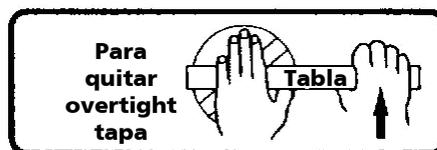

Figura 5- Utilice un curioso barra o tabla como mostrado para quitar o apretar la cobertura de trampa
- Si bomba no está en un sistema inundado de succión, destornilla y quita trampa cobertura (Vea Figura 5); llene trampa y bomba con agua.
2. Quite trampa cobertura y uso bajo aire de presión para soplar agua acumulada del sistema de tubería. Utilice un curiosear barra o tabla para quitar trampa coberturas que han sido ovetightened o han tomado un conjunto y no puede ser quitado a mano. Las orejas han sido proporcionadas en la tapa de trampa para utilizar palanca o curiosear barra para aflojar (vea Figura 5).